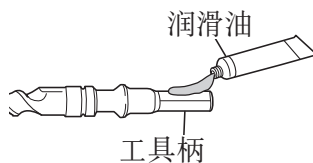

图 18
- (1) 先擦净，然后将附带的润滑油（装于管中）涂于工具柄上（图 18）。